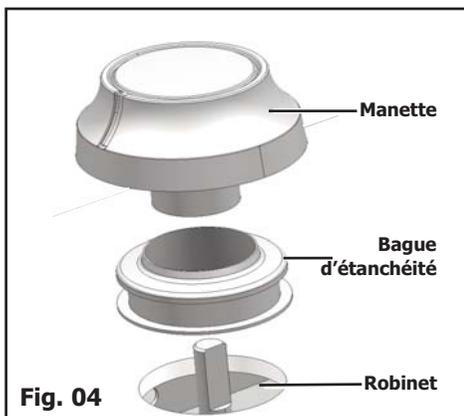

Fig. 04
• **Réglez les ralenti des robinets :** ceux-ci sont situés sous les manettes (Fig. 04).